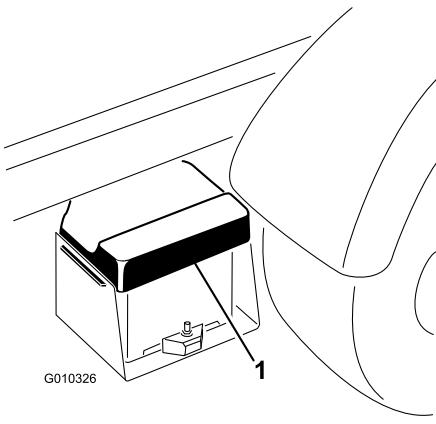

Рисунок 5
- Снимите крышку с корпуса аккумулятора (Рисунок 5).